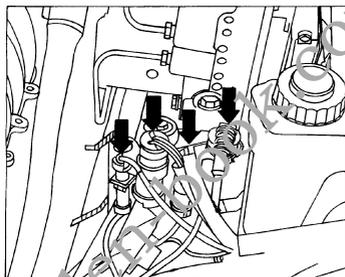

图 2-40 拔下 ABS 控制单元前面的插头连接
- 4) 如图 2-40 箭头所示, 从支架上拔下 ABS 控制单元前面的插头连接。